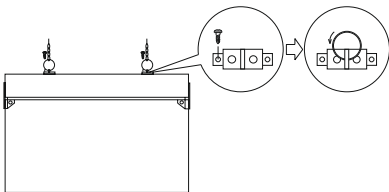
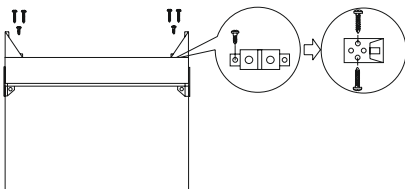

Рисунок 3 – Монтаж на кольцах
Рисунок 4 – Монтаж на уголках
4.6 Установка светильника серии CCA 2101, CCA 2102, CCA 2103 в подвесном положении осуществляется с помощью двух монтажных колец (рисунок 3) либо пластмассовых уголков, входящих в комплект поставки (рисунок 4).